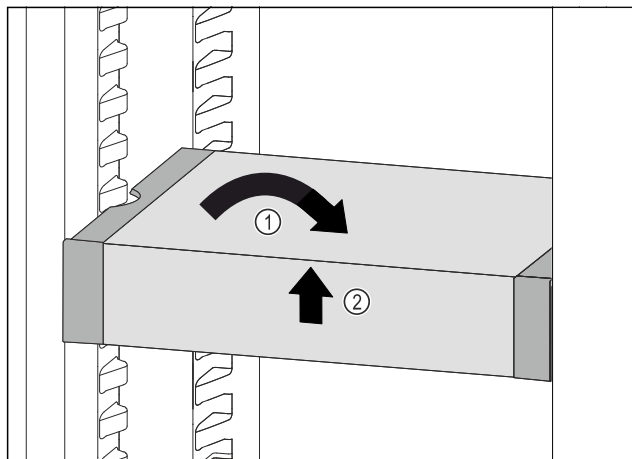

Fig. 206
- Vendosni drejt VarioSafe. Fig. 206 (1)
- Ngrini lart VarioSafe në pjesën përpara. Fig. 206 (2)